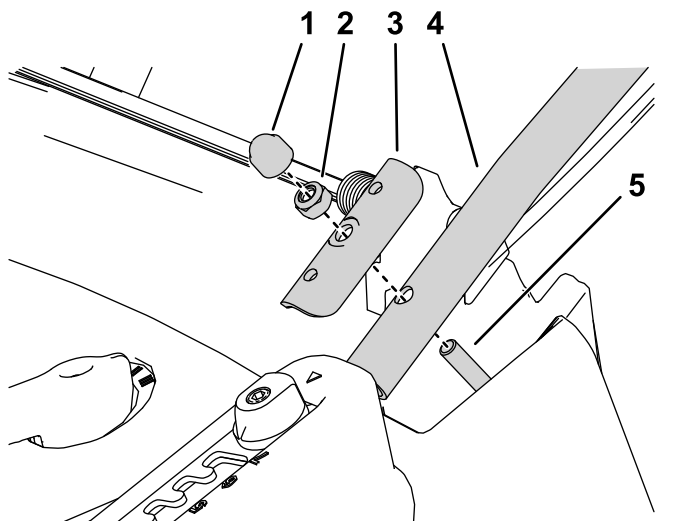

Figura 3
2. Montați câte o bară de ghidare inferioară pe fiecare latură a părții superioare a punii mainii de tuns iarba cu o placă pentru clemă și contrapiulița hexagonală îndepărtată de pe punte la pasul anterior (Figura 3).